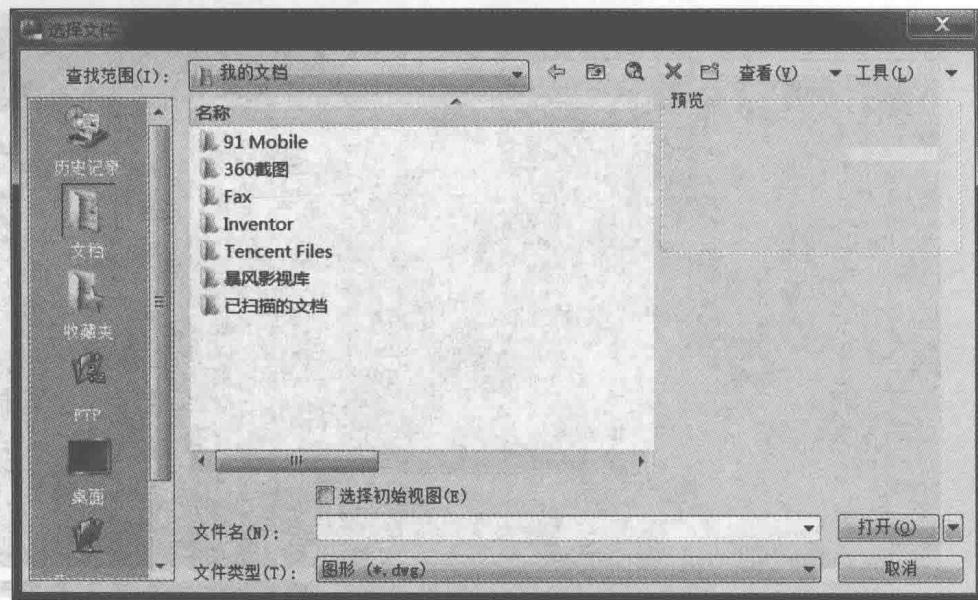

图 1-16 【选择文件】对话框
- 执行菜单【文件】/【打开】，即执行 open 命令，打开【选择文件】对话框，如图 1-16 所示。